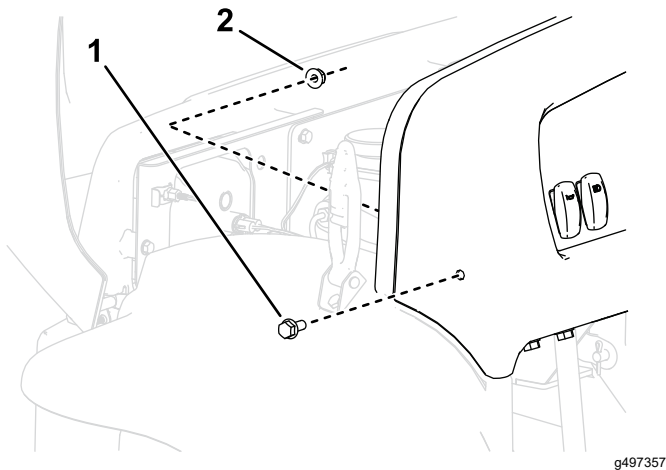

Figure 6
1. Si des fixations maintiennent la planche de bord sur les côtés de la machine, soulevez le capot et retirez le boulon et le contre-écrou (Figure 6).